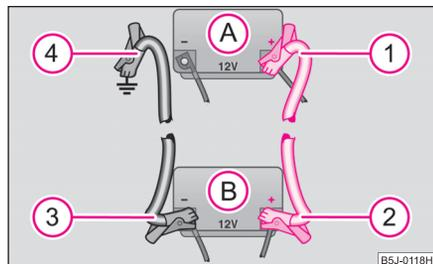

Fig. 175 Ayuda de arranque con la batería de otro vehículo: A - batería descargada del vehículo, B - batería auxiliar
- Conecte un extremo **1** al polo positivo ⇒ fig. 175 de la batería descargada **A**.